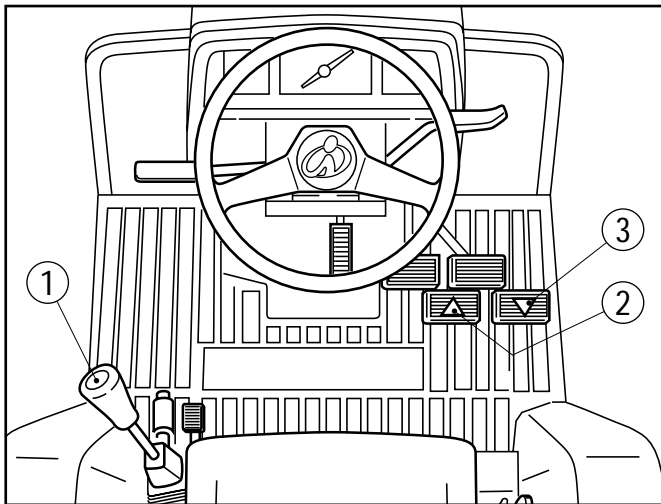

FIG. 41d / ABB. 41d / FIG. 41d
### Fonctionnement HST (Fig. 41d)
**HST-Betrieb (Abb. 41d)**
**Bedienung van de hydrostatische transmissie (HST) (Fig. 41d)**